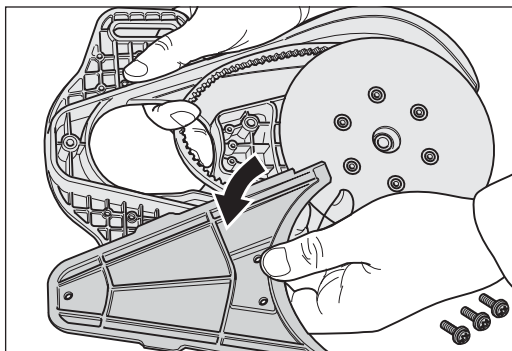

Fig. 33 Quitar la tapa del Brazo adicional.
- 6 Saque con ayuda de la llave múltiple los tornillos de sujeción de la tapa del Brazo adicional y quite esta tapa (Fig. 33).